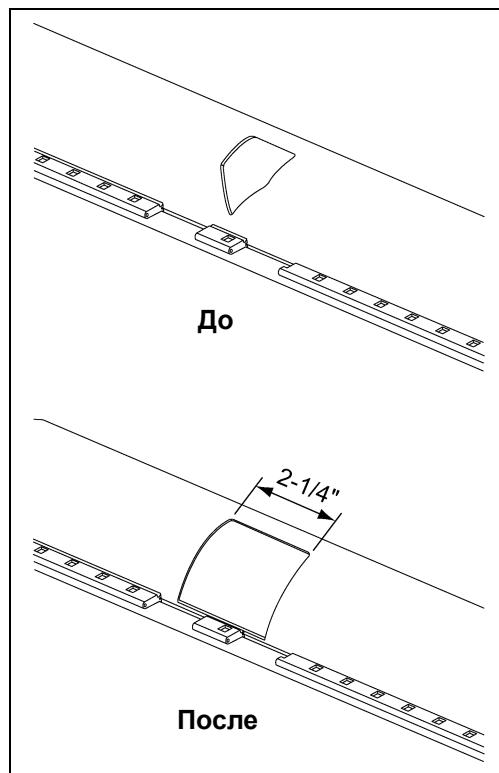

Рисунок 4Т
- Начните с увеличения отверстия для подачи корма на трубе шнека. Используйте ножовку или ножницы по металлу для разрезания материала, как показано на Рисунок 4Т. Убедитесь в отсутствии задиров внутри шнека, которые могут мешать его работе.